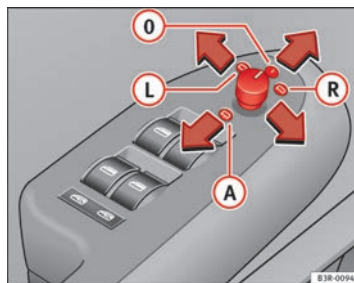

Abb. 103 Ausschnitt aus Armlehne: Drehknopf ▶
- Drehen Sie den Drehknopf in Stellung  $\Rightarrow$  Abb. 103 **L** (Fahrer-
außenspiegel umgestellt ist (Drehknopf in Stellung **R**  $\Rightarrow$  Abb. 103). Dadurch wird beim Einparken die Sicht zur Bordsteinkante ermöglicht.